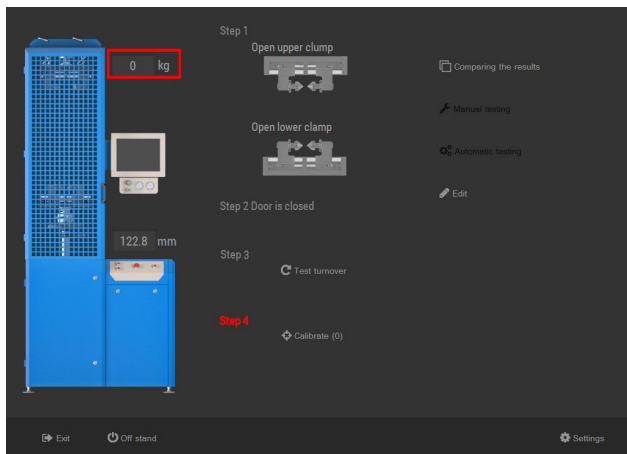

Рис. 15 – Калибровка нуля датчика усилия (значение с датчика выделено)
4. После успешного прохождения тестового оборота откалибруйте датчик усилия в нулевое значение (рис. 15).